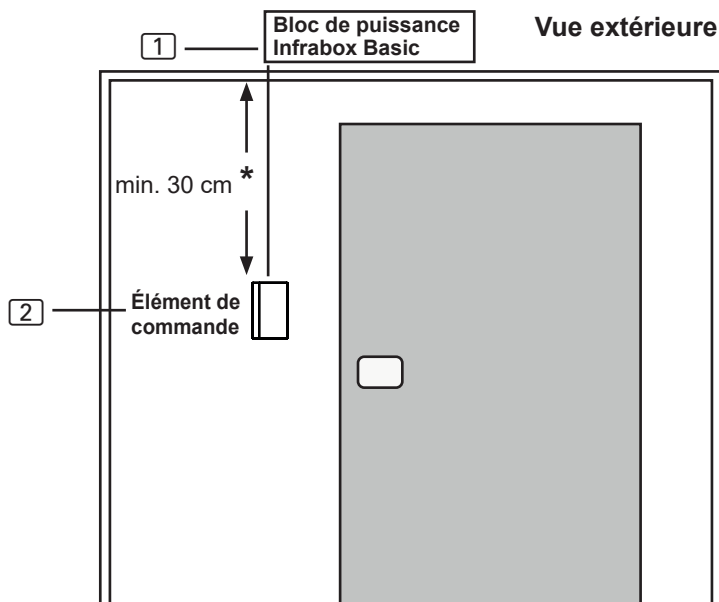

Fig. 2 Position du panneau de commande
Le panneau de commande [2] de la commande infrarouge est monté sur la paroi extérieure de la cabine à une distance maximale de 10 mètres du bloc de puissance [1] (voir Fig. 2). Pour le montage, une scie sauteuse usuelle, par exemple, est nécessaire pour réaliser la découpe pour le panneau de commande. Il est possible de monter le panneau de commande aussi bien dans la cabine qu'à l'extérieur de la cabine.
*En cas de montage à l'intérieur d'une cabine de sauna, respecter une distance minimale de 30 cm par rapport au plafond de la cabine (voir Fig. 2 Position du panneau de commande à la page 12).